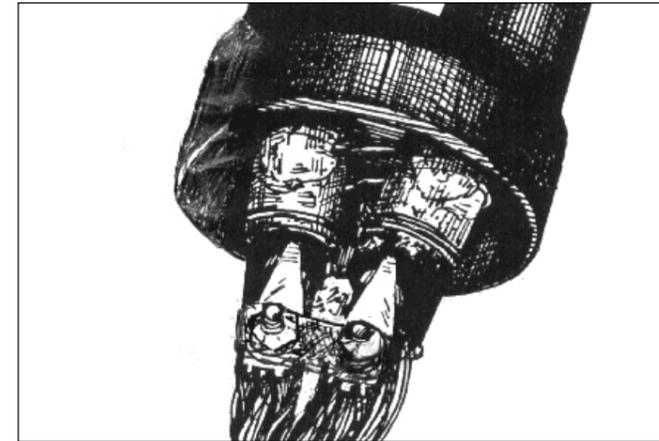

Рис. 4.4. Соединение экрана
**4.8.** Для соединения экрана на каждый кабель устанавливают экранные соединители Scotchlok 4460-D. Соединяют плетенкой заземления ПЗ-10 (Рис. 4.4).